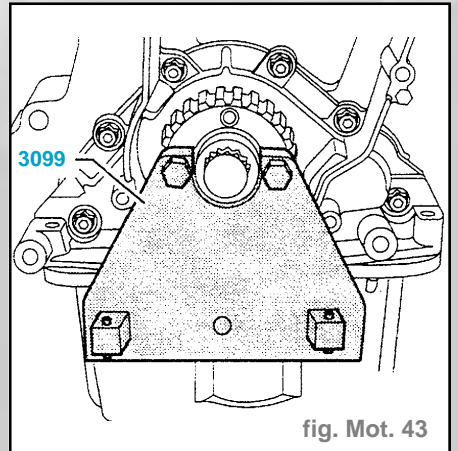

fig. Mot. 43
- Desserrer les vis de fixations des roues crantées d'arbre à cames, de vilebrequin (utiliser le contre-appui 3099) et de l'arbre intermédiaire (fig. Mot. 43).